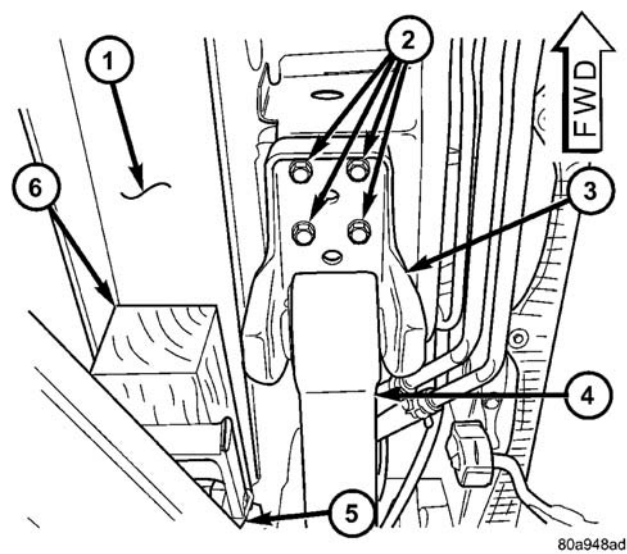
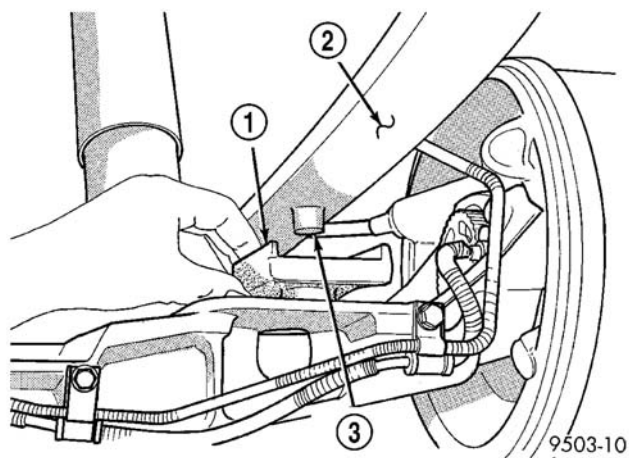

图 31 举升部位和板簧支座
图 36 板簧定位柱
(a) 用需要维修的车辆一角的举升臂抵住放在车身底框梁上面的木块，如图所示（图 31）。
- (8) 松开并卸下将板簧前支座固定到车辆上的 4 个螺栓（图 31）。
(2) 抬起板簧的前部，安装 4 个固定螺栓（图 31）。紧固螺栓至 $61 \text{ N} \cdot \text{m}$ (45 ft.lbs.) 的扭矩。
(3) 将板簧后端装至后簧吊架。安装吊耳夹板。不要紧固。
(4) 检查下板簧减震垫是否入位。
(5) 将桥抬高到板簧上的正确位置，车桥中置于板簧定位柱下（图 36）。